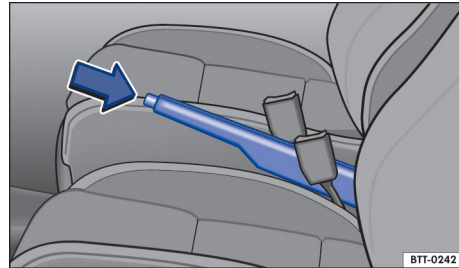

Fig. 105 Entre los asientos delanteros: palanca del freno de estacionamiento.
- Tirar de la palanca del freno de mano hacia arriba con la tecla de bloqueo presionada → fig. 105 (flecha).
- Tirar de la palanca del freno de mano un poco hacia arriba y presionar la tecla de bloqueo → fig. 105 (flecha).